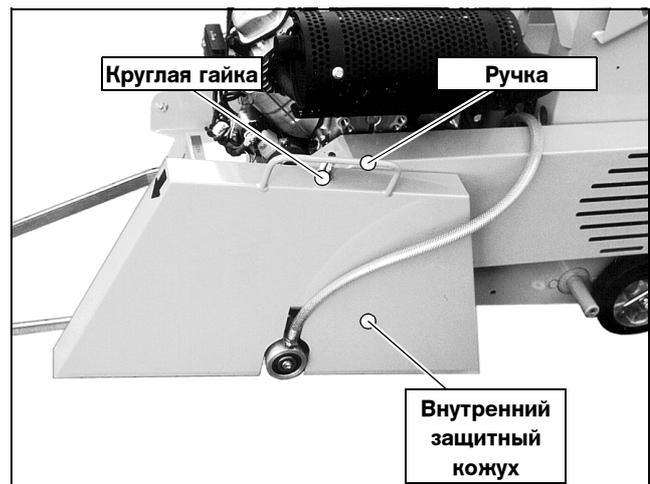

Рис. 4.13 Внутренний защитный кожух
4. Снимите внутренний защитный кожух (Рис. 4.13). Для этого демонтируйте круглую гайку и поднимите защитный кожух за ручку.